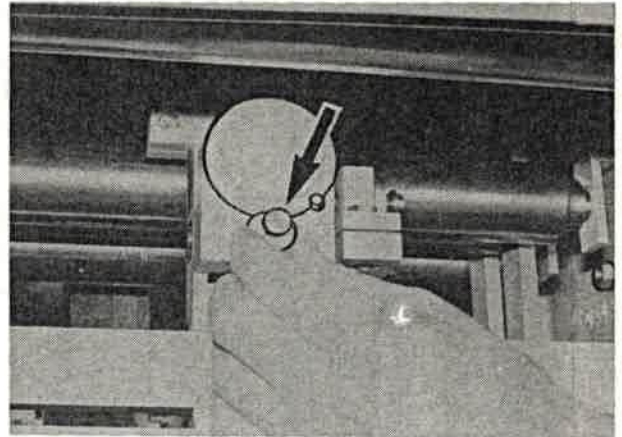

Bild 241
10. Sperrstück so weit verdrehen, bis es einrastet (Bild 241).
11. Das Einstellen des Einfärbdrucks erfolgt nach Inbetriebnahme des Tintendruckers an der Rändelschraube (Bild 241/Pfeil).